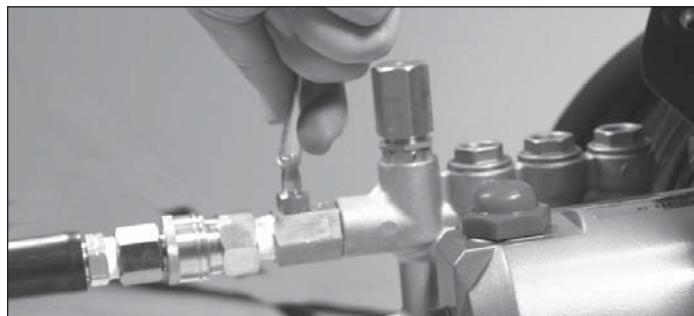

Figura 6 - Inserte las boquillas rociadoras en el porta boquillas
3. Inserte las boquillas de conexión rápida en los soportes de goma en la parte frontal de la placa del letrero (Ver Figura 6).